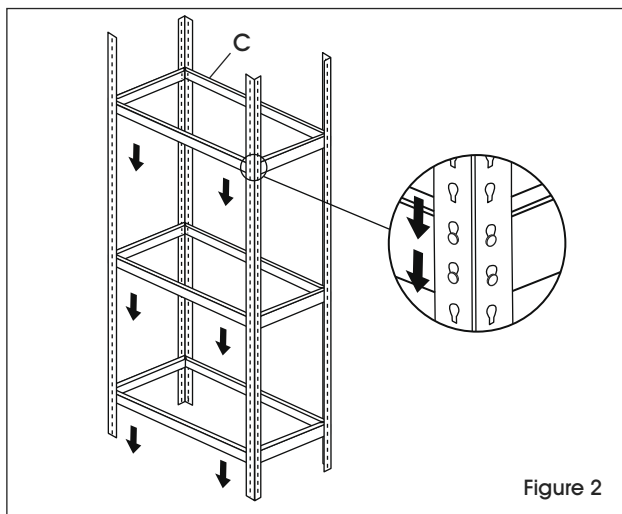

Figure 2
- Reliez les deux ensembles de montants verticaux en insérant les supports avant/arrière (C) au même niveau que les supports latéraux. (Voir Figure 2)